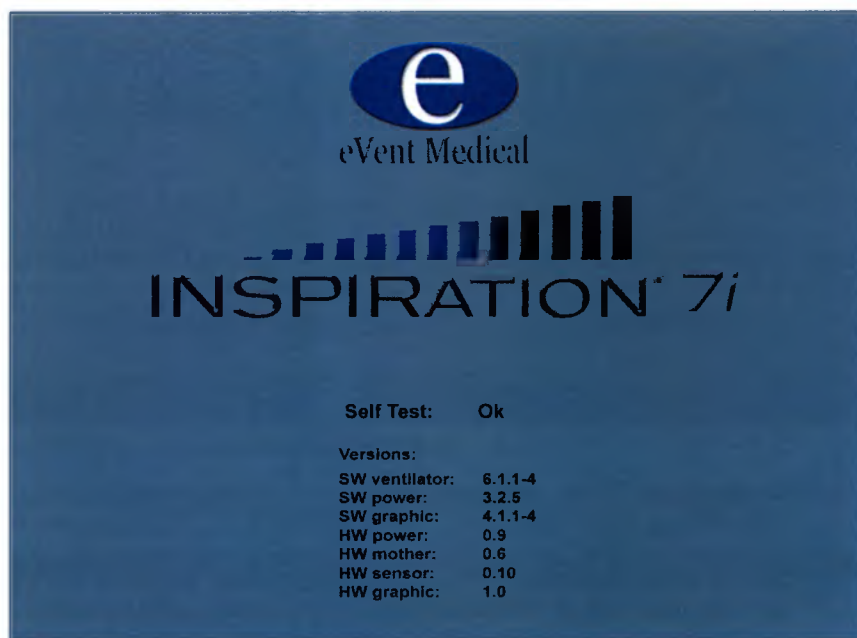

Рисунок 18: Стартовый экран
1. Для изменения настроек аппарата: Включите аппарат. Появится стартовый экран с диаграммой прохождения самодиагностики (Рисунок 18)